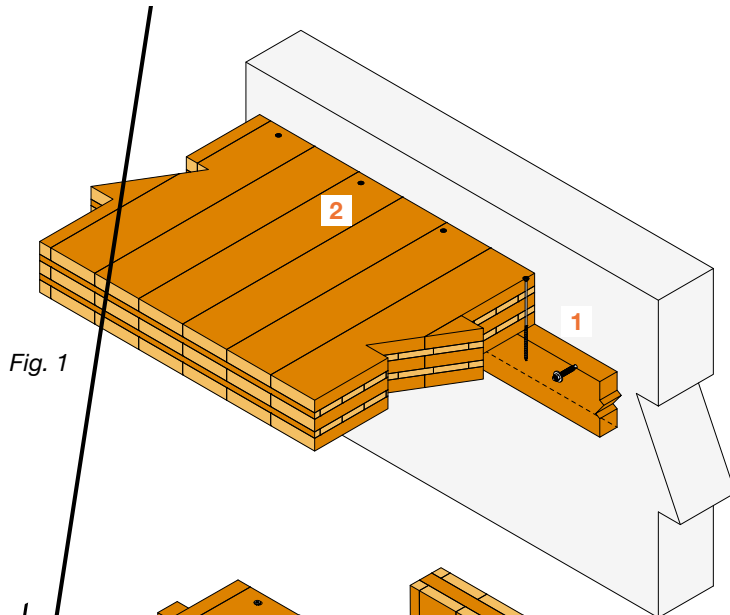

Fig. 1
- bij een betonnen ondergrond gaat de voorkeur naar doorsteekankers met grote sluitring zoals de **WA-RL** (fig. 1).
- bij een houten muurlijst wordt de vloerplaat bevestigd met behulp van schroeven **ESCR** of **ESCRC** (fig. 1 of 2).